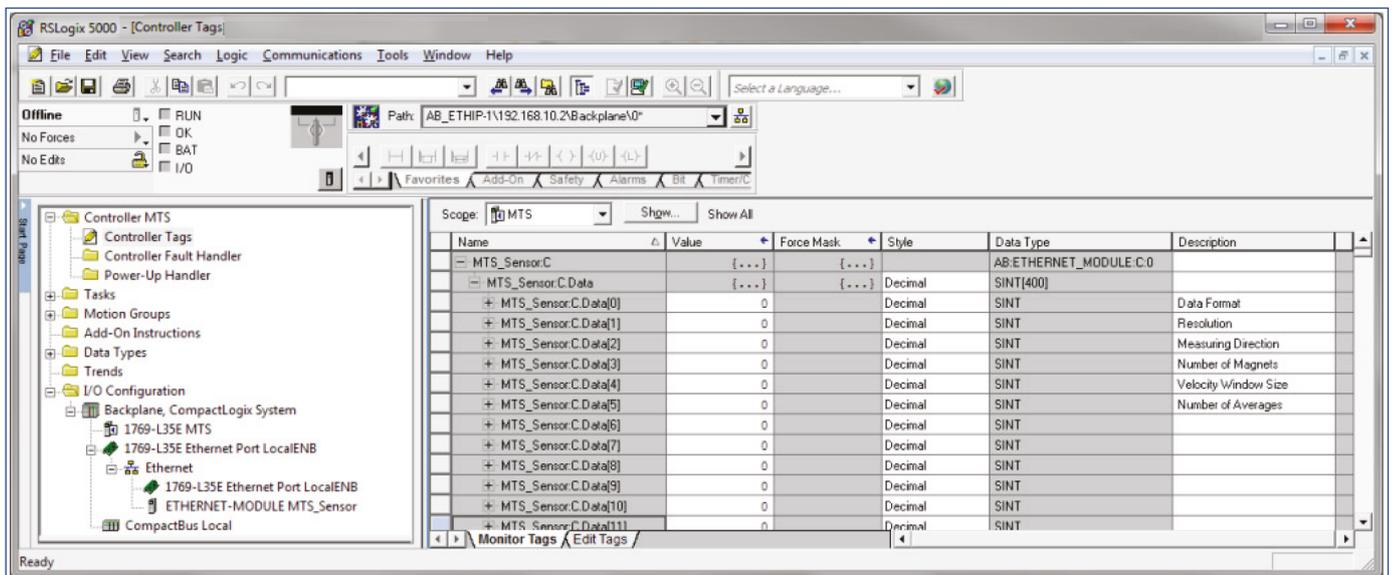

Abb. 106: Gerätekontroll-Tags
1. Klappen Sie im Verzeichnisbaum den Eintrag „Controller xxx“ aus, wobei xxx den Namen des Projekts bezeichnet (in diesem Beispiel heißt der Eintrag „Controller MTS“). Klicken Sie auf den Eintrag „Controller Tags“. Daraufhin wird das Fenster mit den Steuerungsvariablen unter <Name>.C in der Hauptansicht angezeigt. <Name> ist dabei der Sensorname, den Sie im Fenster „New Module“ eingetragen haben, in diesem Beispiel „MTS_Sensor“. Die Spalte „Description“ mit der Beschreibung der Variablen ist standardmäßig leer (Abb. 106).